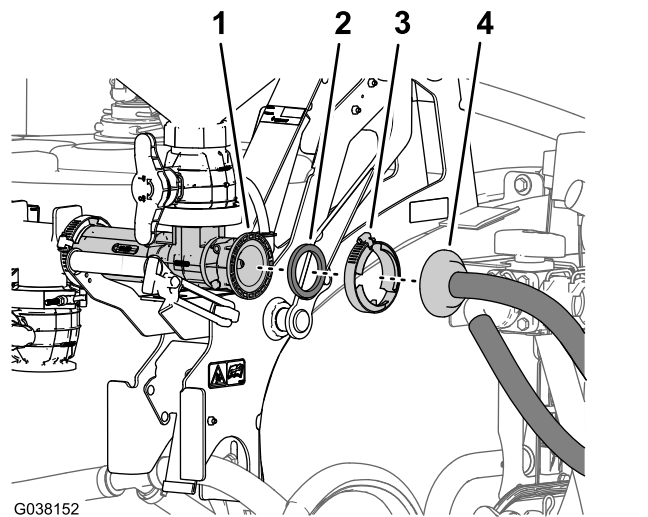

Figure 9
- Déposez le raccord cannelé à bride et le joint du mélangeur (Figure 9).
- Déposez le collier bride qui fixe le raccord cannelé à bride du flexible d'alimentation à la bride d'entrée du mélangeur (Figure 9).